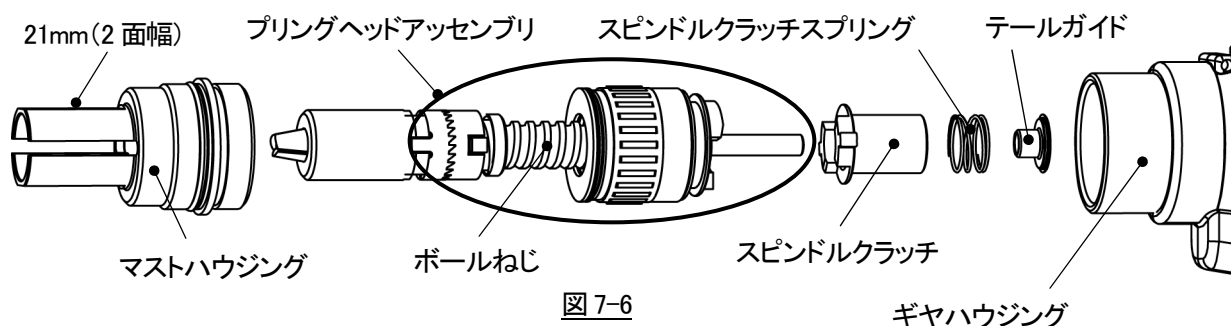

図 7-6
- ①7-1①②の要領でノーズハウジングをツール本体より取り外して、交換してください。
- ②21mm スパナを使用してマストハウジングを右に回し(左ねじ)て緩め、ツール本体より取り外してください。このとき外れてくる部品を(図 7-6)示します。